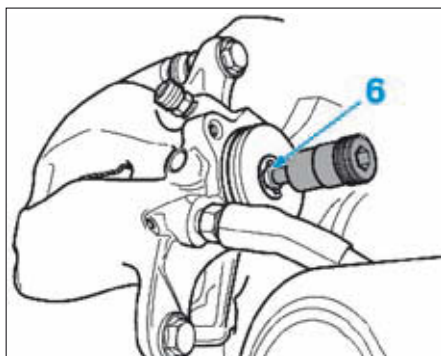

FIG. 21
- Dévisser légèrement la vis de réglage (6) de l'étrier de frein (Fig.21).